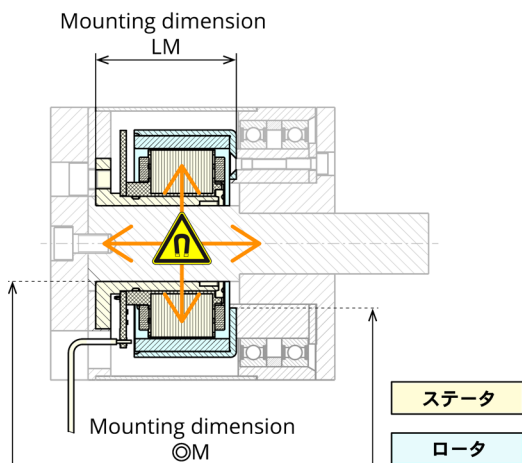

図 19 ステータおよびロータ位置の確認
- 41) ロータとステータが正しい位置に組み付いているか、およびモータ長さ (→ 図 19; Mounting dimension LM) を確認してください
43) モータ長さおよび同心度を確認してください (→ 図 19; Mounting dimension LM と $\odot M$)